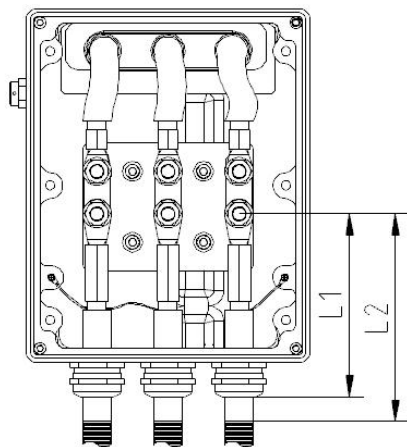

图 4 两端为锁紧头高压线束视图
(10) 防撞击要求：车辆在发生碰撞情况下，应确保高压线束不会受到挤压，以防止破裂造成短路，高压线束优先布置在型材内侧，车架后段高压线束布置不超过后防撞梁，侧围电池舱体高压线束优先布置在侧围防撞梁内平面。
(11) 防水要求：
f. 线束两端为 OT 端子的高压线束：锁紧头禁止锁在热缩管、波纹管 and 胶带上，应锁在高压电缆外护套层处，高压线束热缩管端头热缩后距左侧端子距离应满足高压线束安装后热缩管端口落在锁紧头后端，使锁紧头锁在高压电缆外护套层，即 $L2 > L1$ ，同一电气部件高压线束波纹管与端子距离应满足高压线束安装后波纹管和热缩管端口在同一平面上（如图 4 所示）；